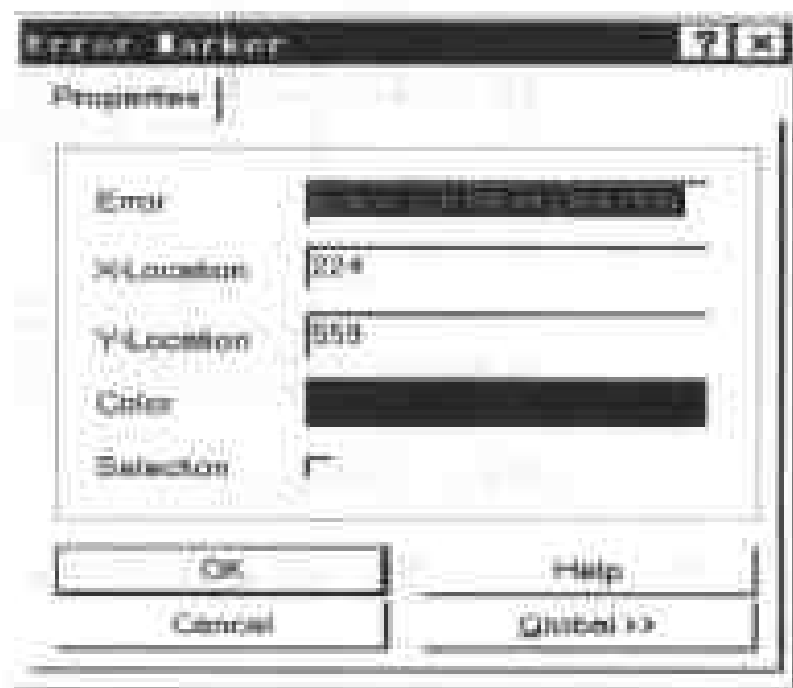

图 4-17 Error Marker 对话框
(3) 选择错误列表错误项，用鼠标左键单击面板浏览 Edit 按钮查错。比如第一错误项，则我们看到原理图编辑器不仅自动地打开了包含电阻 R6 的原理图，把出错的地方 (R6) 放大于原理图编辑窗口的中心位置，还弹出了错误标记的 Error Marker (错误标记属性) 对话框，如图 4-17 所示。